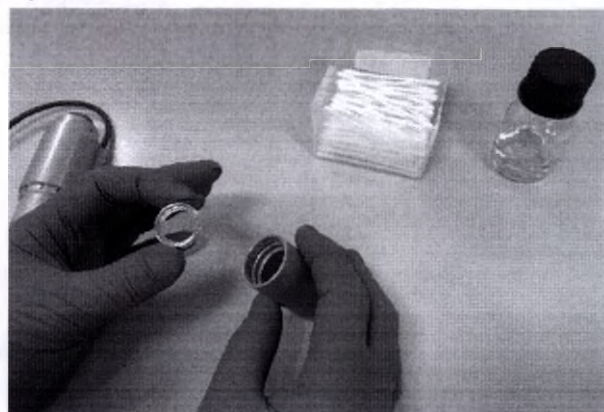

Рис.17.2 – Извлечение защитного окна
17.4.2. Извлеките защитное окно, как показано на рис.17.2.